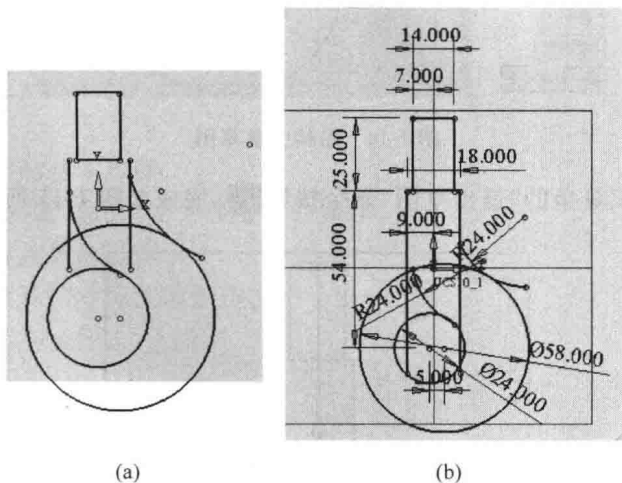
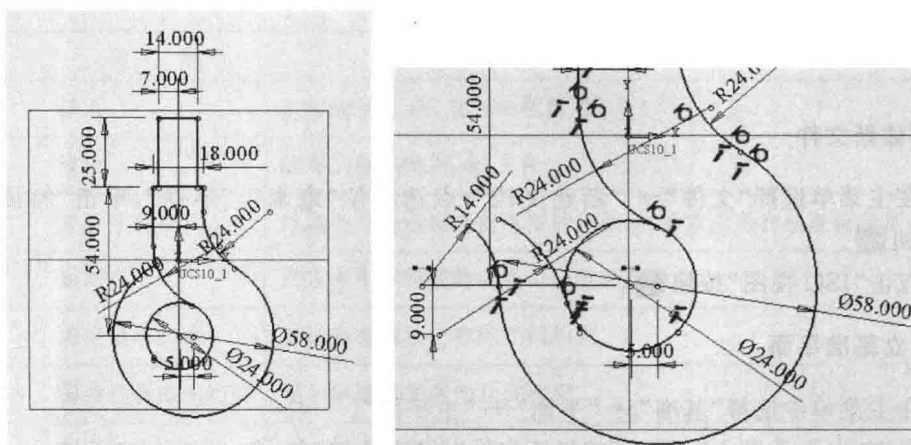

图 1-12 初步的草图绘制
图 1-13 尺寸约束后的图形
(1) 在主菜单中选择“曲线”→“草图”,点选 XOY 基准面作为草绘平面,再单击“俯视图”按钮 。
(2) 点选“草图”工具条中的“直线”、“圆”及“圆弧”绘制命令,绘制出如图 1-12(a)所示吊钩的大致形状。点选“草图”工具条中的“裁剪(断开)/延伸”图标按钮 ,将图中断开的线段连接起来。点选“尺寸”图标按钮 ,标注如图 1-12(b)所示的尺寸。点选“增加约束”图标按钮 ,选择图中相邻的直线及圆弧,此时弹出“增加约束”选项框,再点选“相切”图标按钮 ,将直线与圆弧进行相切约束,然后点选“草图”工具条中“裁剪”图标按钮 ,完成约束及裁剪操作。绘制吊钩的下部,点选“圆弧”图标按钮,绘制两段圆弧,进行“尺寸”、“增强约束”及“裁剪”等操作,完成如图 1-13 所示的草图。